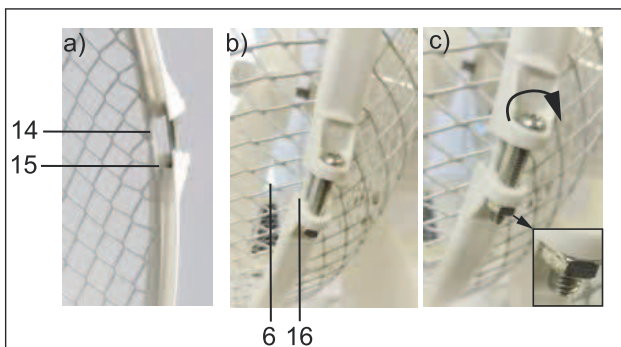

Fig.41: Montaggio griglia di protezione anteriore
11. Avvitare l'anello risultante sul bordo della griglia di protezione posteriore (14).
Il bordo della griglia di protezione deve trovarsi nella scanalatura posteriore (15) del nastro di fissaggio. Vedere Fig. 41 a).
12. Inserire la griglia di protezione anteriore (6) nella scanalatura anteriore (16) del nastro di fissaggio. Vedere Fig. 41 b).
13. Avvitare ulteriormente in senso orario la vite con testa a croce utilizzando un cacciavite apposito. Vedere Fig. 41 c).